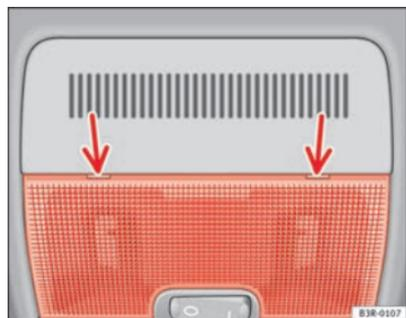

Fig. 82 Detalle del revestimiento del techo: Punto de aplicación del destornillador
- Coloque con cuidado la parte plana del destornillador (herramientas de a bordo) en la parte trasera del cristal de la lámpara ⇒ fig. 82.